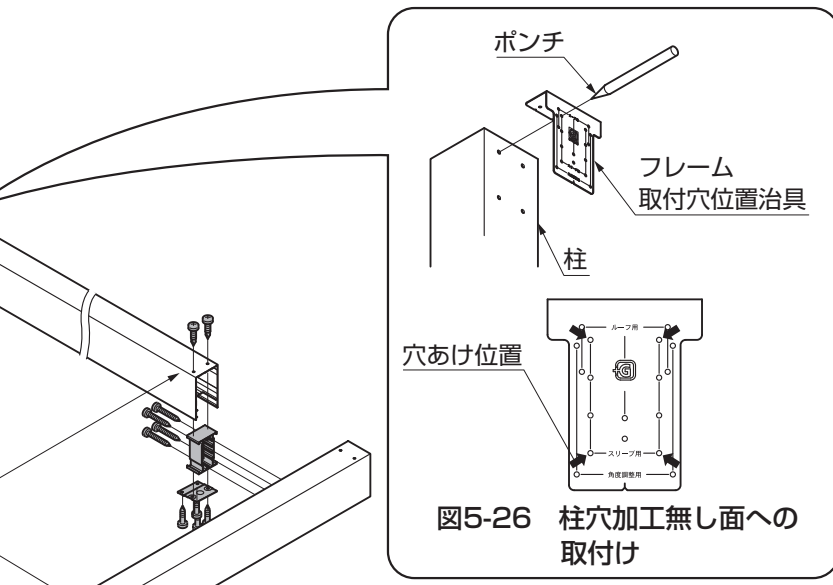

図5-26 柱穴加工無し面への取付け
- ① フレーム取付穴位置治具を柱にあて、ケガキ、ドリルでφ4.5の穴をあけてください。(図5-26参照)
●柱補強裏板の取付け位置は図5-26を参照してください。